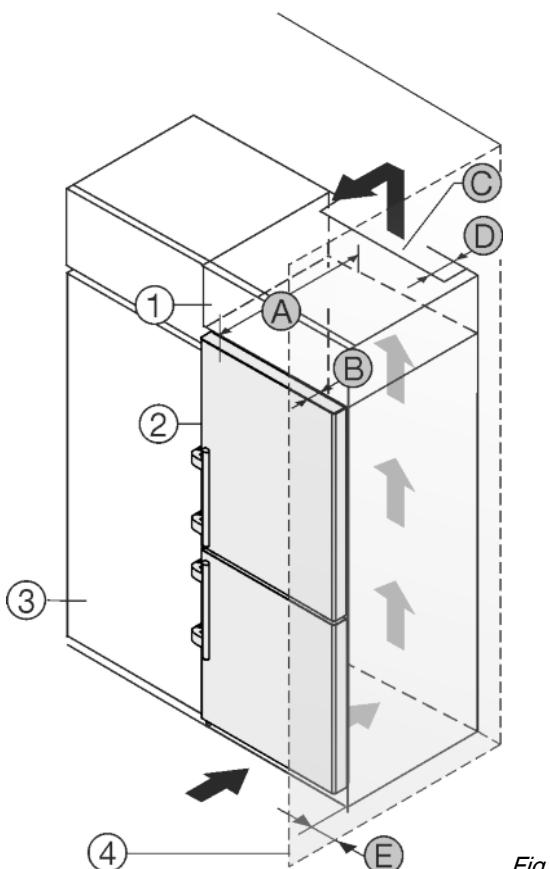

Fig. 13
- На задней стенке дополнительного шкафчика должен быть вентиляционный канал с глубиной Fig. 13 (D) по всей ширине этого шкафа.
- Нужно соблюдать вентиляционное отверстие Fig. 13 (C) под нижней панелью.
Если устройство установлено на шарнирах у стены Fig. 13 (4), то нужно соблюдать расстояние Fig. 13 (E) между устройством и стеной. Настолько выступает ручка при открытой дверце.
Устройство может быть окружено кухонными шкафами. Чтобы уравнять устройство Fig. 13 (2) по высоте с кухонной стенкой, можно установить над устройством дополнительный шкафчик Fig. 13 (1).
Установить устройство можно непосредственно рядом с кухонным шкафом Fig. 13 (3). Чтобы можно было полностью открыть двери, устройство должно выступать на глубину Fig. 13 (B) относительно передней стенки кухонного шкафа. В зависимости от глубины кухонных шкафов и использования пристенных распорок устройство может выступать и больше.